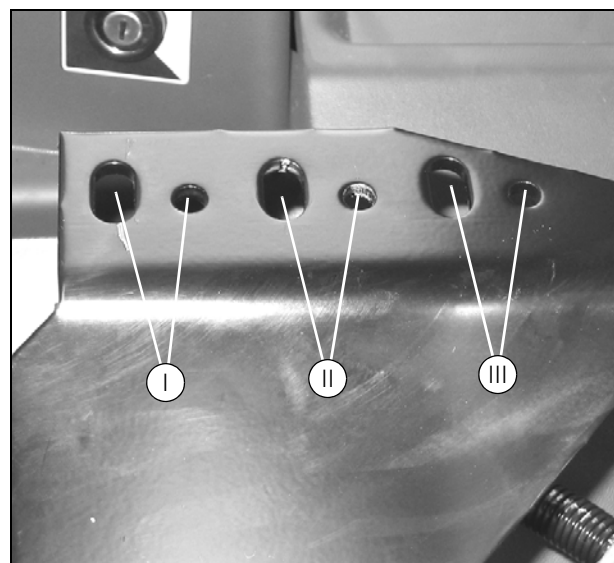

Рисунок 8
5. Установите штифт шарового соединения с разделителем (N) (1,6 мм) на самоустанавливающийся подшипник.
8. Протяните проводку (P) потенциометра и с помощью реек предотвратите возможность контакта проводов с шаровым соединением и самоустанавливающимся подшипником.
Примечание: Длину подлокотника можно регулировать, закрепляя его в одной из трех пар имеющихся отверстий (Рис. 8). Регулировка в поперечном направлении осуществляется с помощью винта (A) (Рис. 3). Наклон регулируется винтом (T) (Рис. 4). Отрегулируйте положение рычага с помощью винта с внутренним шестигранником (U) (Рис. 4).